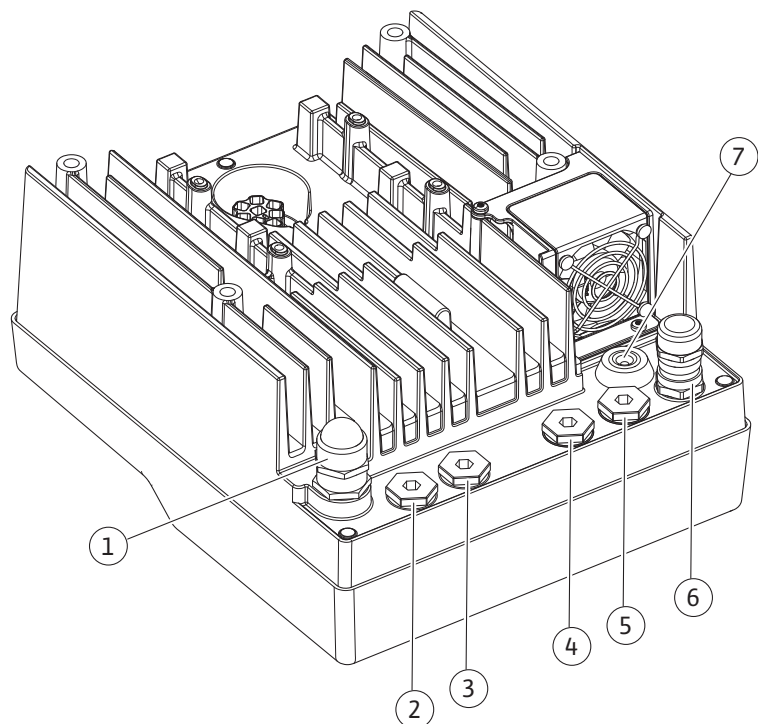

Fig. 10: Passe-câbles à vis/raccordements de câbles
- Module CIF sur la gestion technique centralisée (communication bus) : Le blindage est relié au passage de câble au niveau du module électronique (Fig. 10).
4. Guider les câbles de raccordement dans le passe-câbles à vis M25 (Fig. 10, pos. 1). Serre le passe-câbles à vis au couple prescrit.